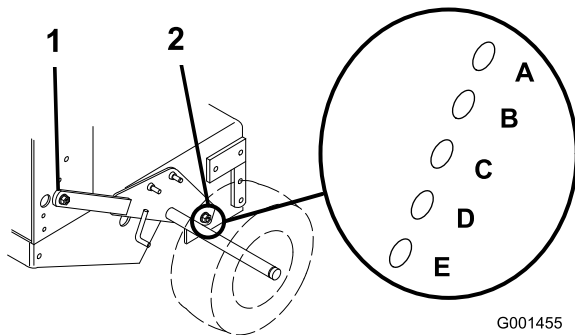

Figura 12
3. Afloje, pero no retire, los 2 pernos de pivote del eje y los 2 pernos de ajuste del eje (Figura 12).
4. Coloque un gato debajo del bastidor del motor, en el centro de la parte trasera. Eleve la parte trasera del bastidor del motor lo suficiente para poder retirar los 2 pernos delanteros de ajuste del eje (Figura 12).
5. Eleve o baje el bastidor del motor con el gato para poder instalar los 2 pernos de ajuste delanteros del eje en los taladros deseados (Figura 12).